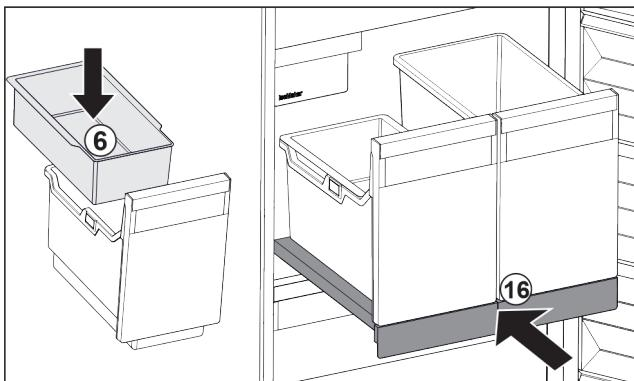

Fig. 87
- Vstavite obešalno skodelico Fig. 87 (6) za ledene kocke.
- Vstavite izvlečno polico s posodo (IceTower). Fig. 87 (16)